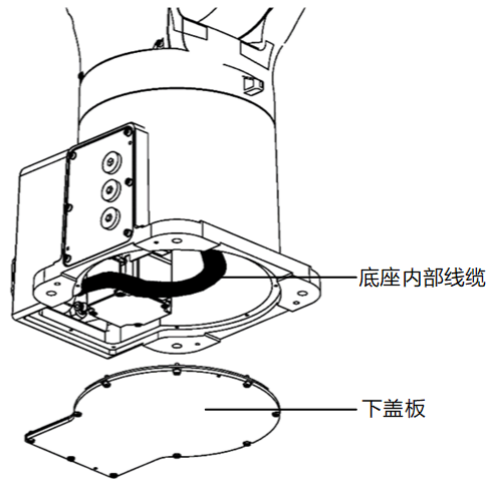

图 9-1 底座内部线缆检修
- 步骤 1. 拆卸下盖板，如图 9-1 所示，可观察到底座内部线缆。